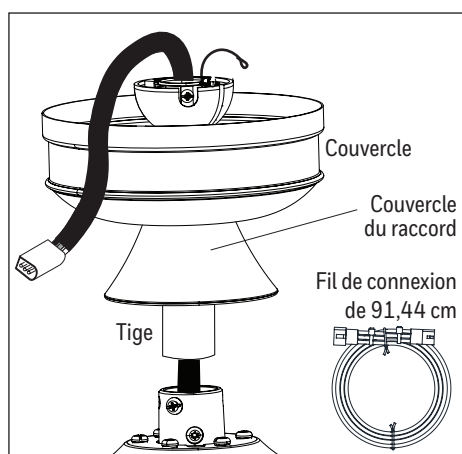

Figure 3.2
2. Insérez la tige à travers le couvercle et le couvercle du raccord. Faites passer les fils et le câble tressé sortant du ventilateur dans la tige. Selon la longueur de la tige que vous utilisez, vous devrez peut-être utiliser le fil de connexion de 91,44 cm pour adapter une tige de 91,44 cm ou de 121,92 cm (vendue séparément). Au besoin, branchez le connecteur à 3 broches partant du centre de la tige sur une extrémité du fil de connexion de 91,44 cm. **Remarque :** La tige incluse avec ce ventilateur n'utilisera pas le fil de connexion de 91,44 cm (Figure 3.2).